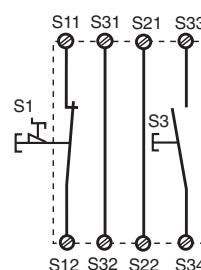

Fig. 3: Circuito de entrada monocanal, supervisado/Circuito di entrata monocanale, start controllato/Eenkanalig ingangscircuit, bewaakte start
- Fig. 3, 4 y 5, 6: S13-S14 **no conectado**
- Fig. 3, 4 e 5, 6: **nessun** collegamento S13-S14
- Fig. 3, 4 en 5, 6: **geen** verbinding S13-S14